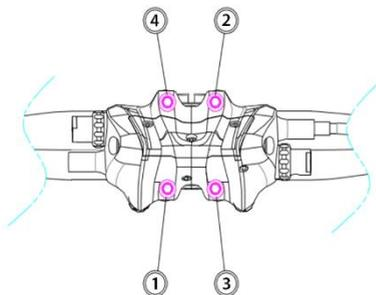
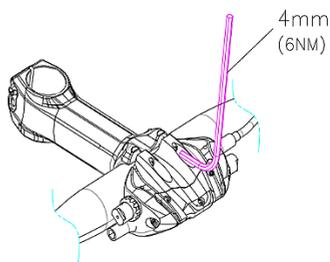

Fig. E-1 车首螺丝锁固顺序
Fig. E-2 车首螺丝锁紧扭力(6Nm)
- 将车手竖杆螺丝依照图标顺序(Fig. E-1)将碟刹本体锁紧至 6 Nm 扭力(Fig. E-2)